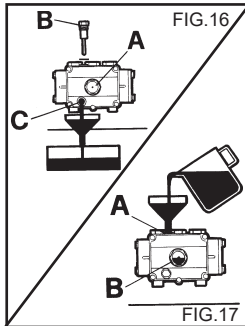

FIG.16
- 2) Skru hætten med oliemålepind (fig. 16) af.